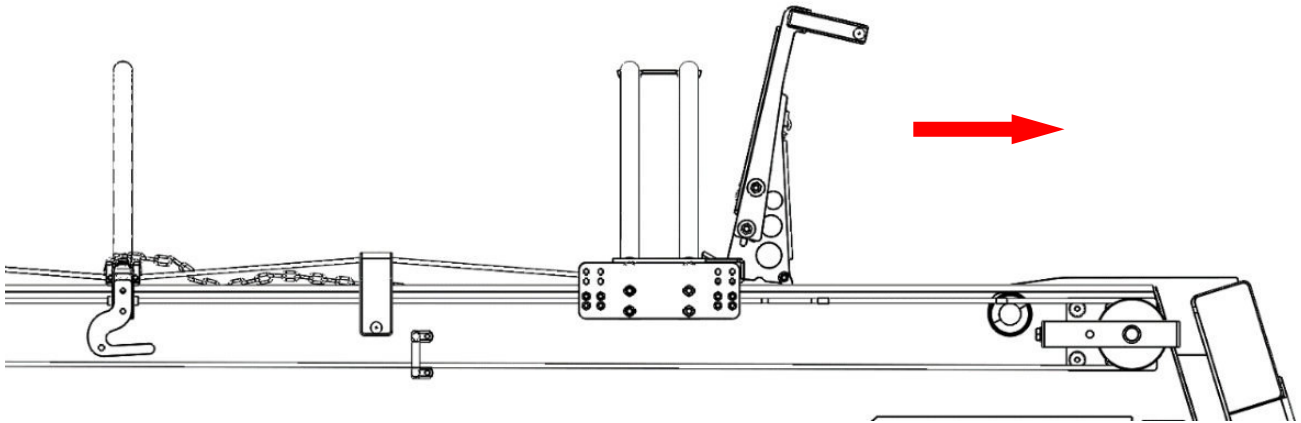

Abb. 1
6. Fahren Sie die Abdeckplane aus (manuell oder elektrisch je nach eingebauter Ausführung) und decken Sie die Mulde ab (**Abb. 1**).